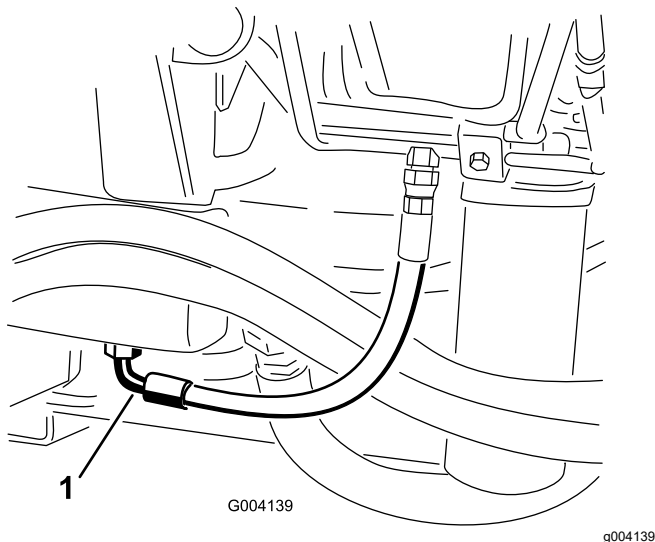

Figura 93
2. Puneți o tavă mare de scurgere sub fittingul fixat în partea inferioară a rezervorului de ulei hidraulic (Figura 93).